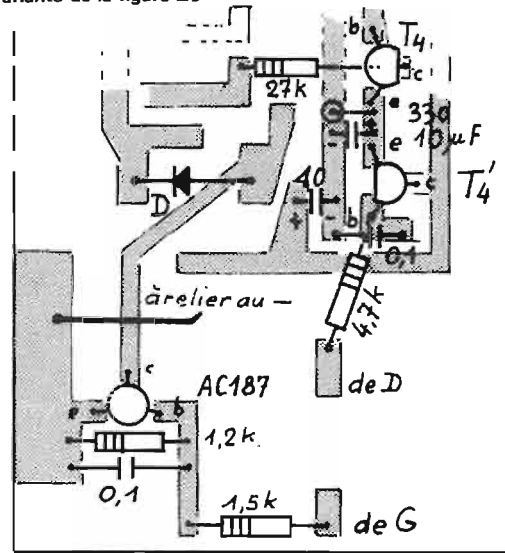

Fig. 34 - Variante figure 19 et 24
**b) Réalisation.** Très peu de différences avec les deux premiers modèles. Le Minibob étant supprimé, la contre-plaque et ses entretoises sont inutiles. La figure 34 donne le détail de la modification à apporter à la figure 24, d'une part avec l'adjonction de T4, d'autre part avec le AC187 du relais. Mais cette figure montre en même temps la modification à apporter à la figure 19, pour ce qui concerne le relais.